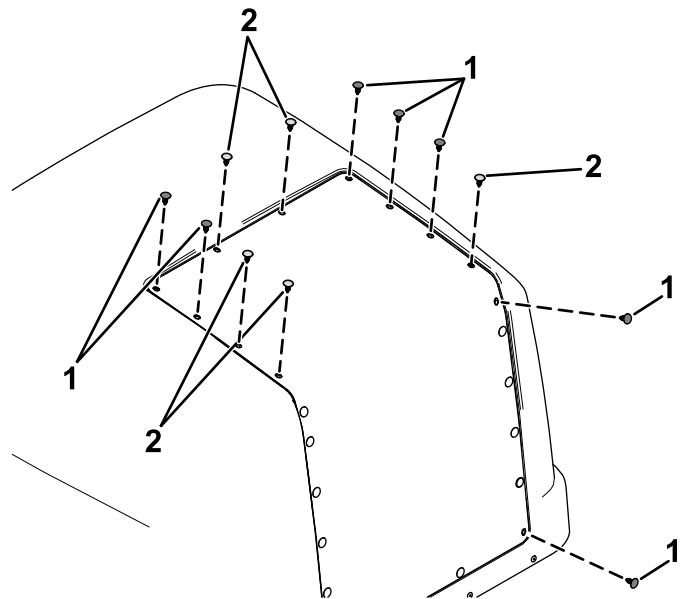

Figure 23
9. Retirez les 12 obturateurs en plastique du capot, comme montré à la Figure 23.
- Conservez les 5 obturateurs indiqués à la Figure 23
- Mettez au rebut les 7 obturateurs indiqués à la Figure 23